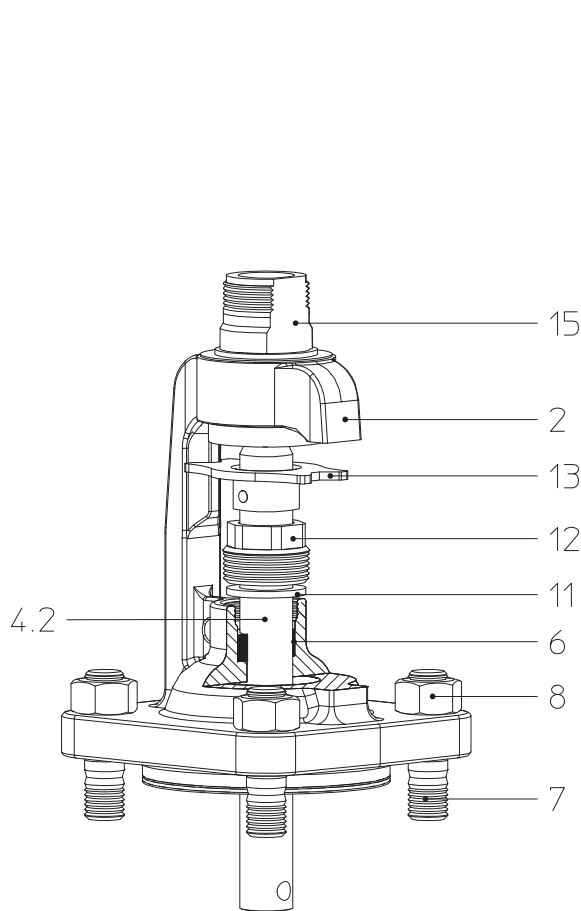
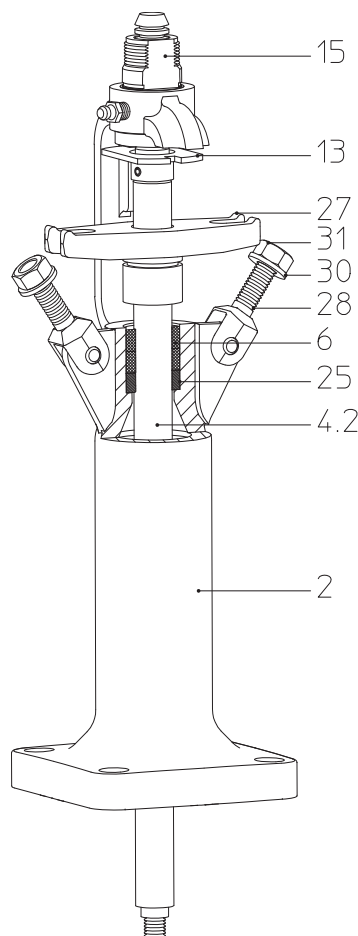

Fig. 10 FABA®-Plus:
Fig. 11 FABA®-Supra / FABA®-LA:
Ved utætheder på spindlen (pos. 4.2) skal pakdåseforskruringen (pos. 12) strammes, til der er opnået tæthed (Fig. 10). Overdelen skal hurtigst muligt udskiftes!
Ved utætheder på spindlen (pos. 4.2) og indsætning af en sikkerhedspakdåse skal pakdåsepakningen (pos. 6) strammes trinvist og ensartet med møtrikkerne (pos. 31), til der er opnået tæthed (Fig. 11).
Forskrningen (Pos. 12; Fig. 10) er løs	Stram forskrningen (Pos.12; Fig. 10) til der er opnået tæthed. Udskift overdelen hurtigst muligt
Pakdåsebrillen (Pos. 27) er for løs (Fig. 1 - Fig. 8)	Stram pakdåsebrillen (pos. 27), til der er opnået tæthed -Møtrik (Fig. 1 - Fig. 8) Overdelen skal udskiftes hurtigst muligt! I givet fald skal pakdåsepakningen (pos. 6) istandsættes. Overhold advarsels-henvisningerne (Fig. 11 - Fig. 10)